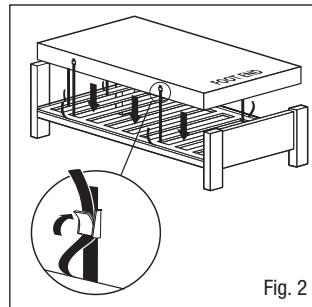

Fig. 2
3. Sikre madrassen til sengen ved å bruke de justerbare stroppene - før stroppene rundt sengens base og sikre med spennene (Fig. 2), som gir rom for bevegelige deler på elektriske senger. Dette er viktig da det stopper madrassen fra å løsne fra sengen og føre til mulig skade til pasienten. Et stroppeforlengerset er tilgjengelig for bruk med kontinentsenger (delenummer 11062).